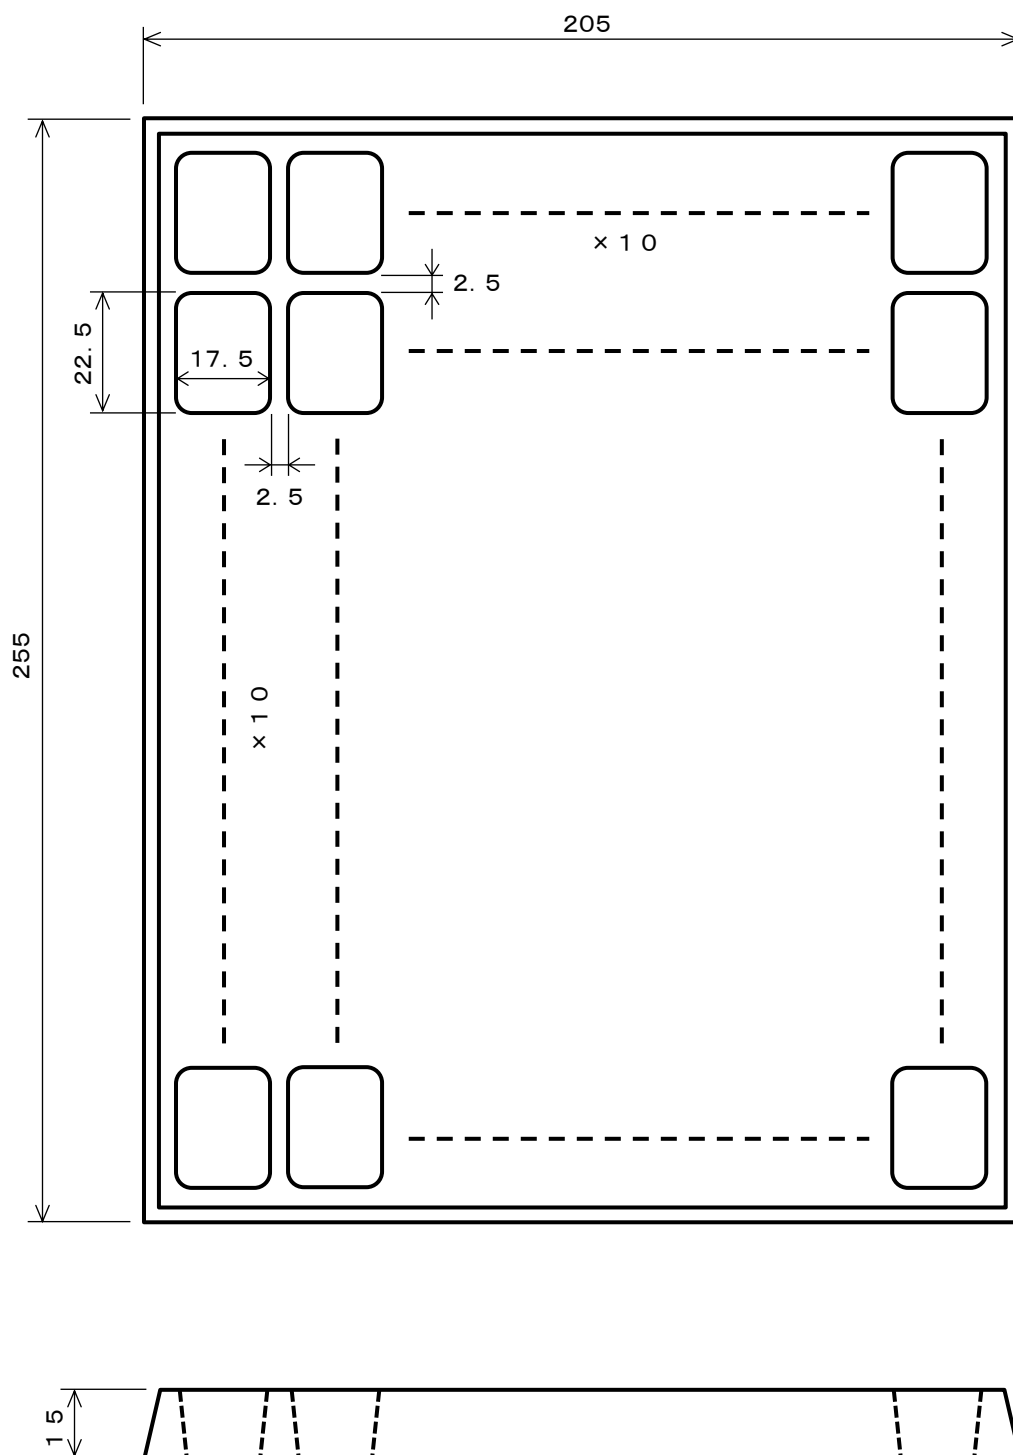

図1. 収納ケース
- (1) 図1. のケースに最大100個の製品を収納する。